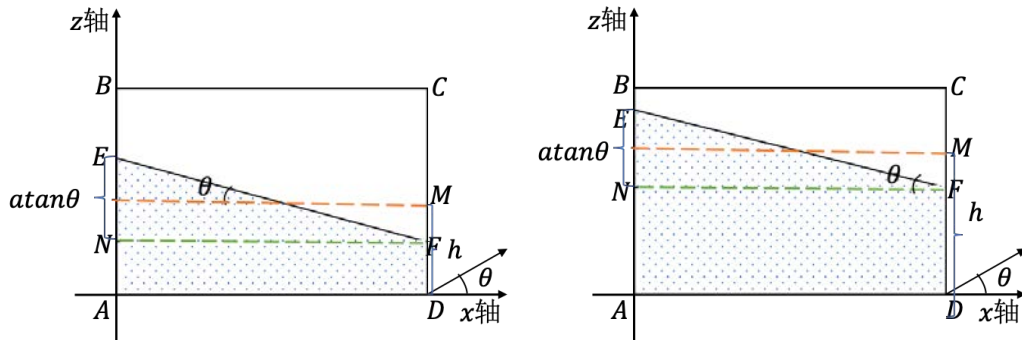

图 8:  $h_k(t) \leq \frac{c_k}{2}$  和  $h_k(t) > \frac{c_k}{2}$  时油面形状为梯形 1 示意图
(3) 油面呈现为“梯形 1”:  $|\theta| < \theta_1$  且  $h_k(t) \leq \frac{c_k}{2}$ ;  $|\theta| < \theta_3$  且  $h_k(t) > \frac{c_k}{2}$ 。如图 8 所示。